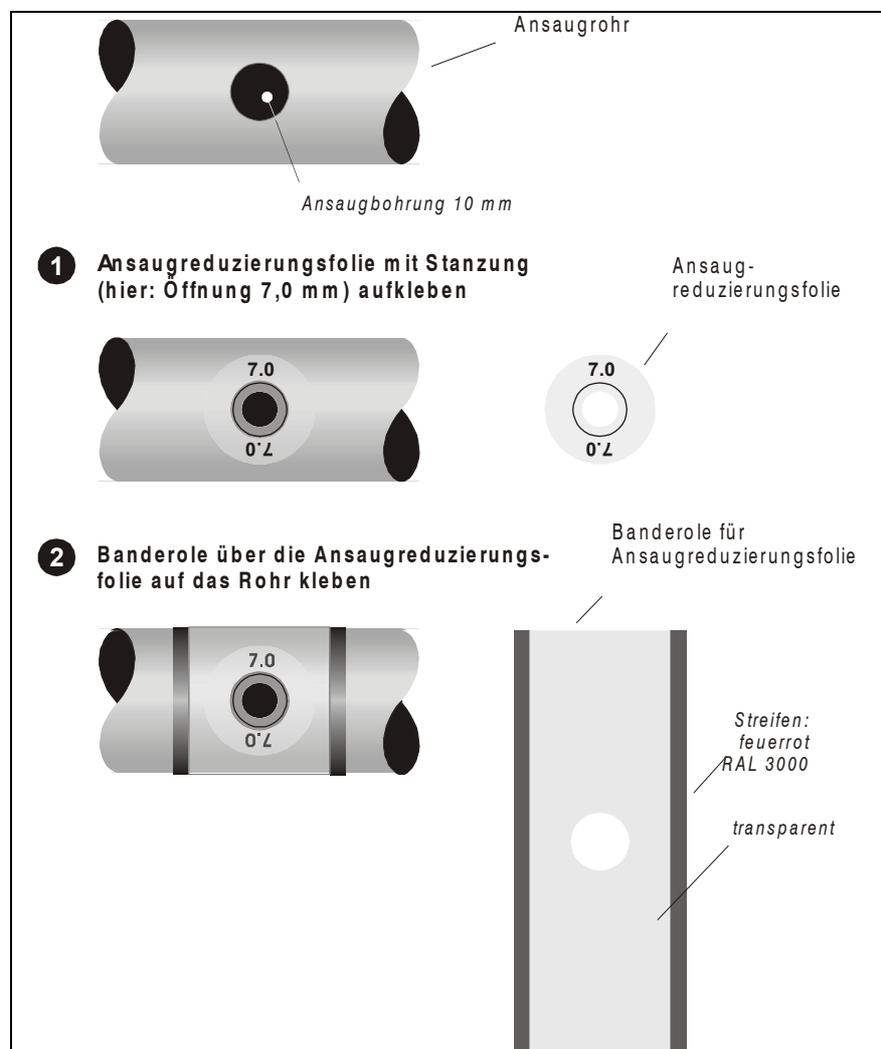

Abb. 6.2: Aufbringen der Ansaugreduzierungsfolie
5. Kleben Sie die Ansaugreduzierungsfolie auf die Bohrung (s. Abb. 6.2).